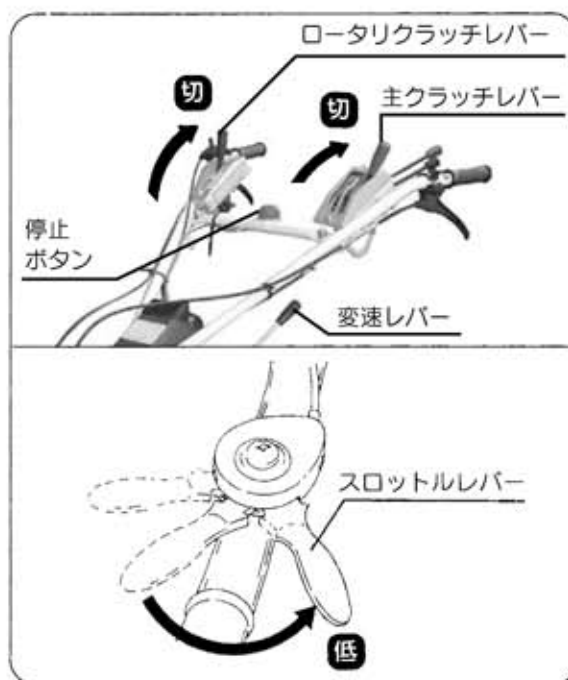

図24
(図24)
- ② スロットルレバーを〔低〕位置にしてください。(図24)